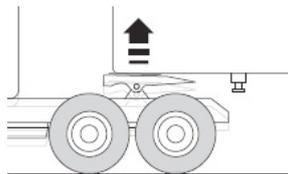

Figura 3
- 5- Levante a 5ª roda com a ajuda da suspensão de ar até que o semi-atrelado esteja ligeiramente levantado (consulte a Figura 3)